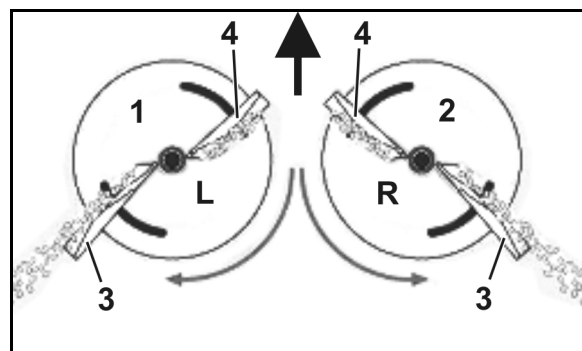

Fig. 39
- discul de împrăștiere din stânga (Fig. 39/1) cu marcajul **L**.
- discul de împrăștiere din dreapta (Fig. 39/2) cu marcajul **R**.
- Lungă (Fig. 39/3) - scala de reglaj cu valori de la 35 până la 55.
- Scurtă (Fig. 39/4) – scala de reglaj cu valori de la 5 până la 28.